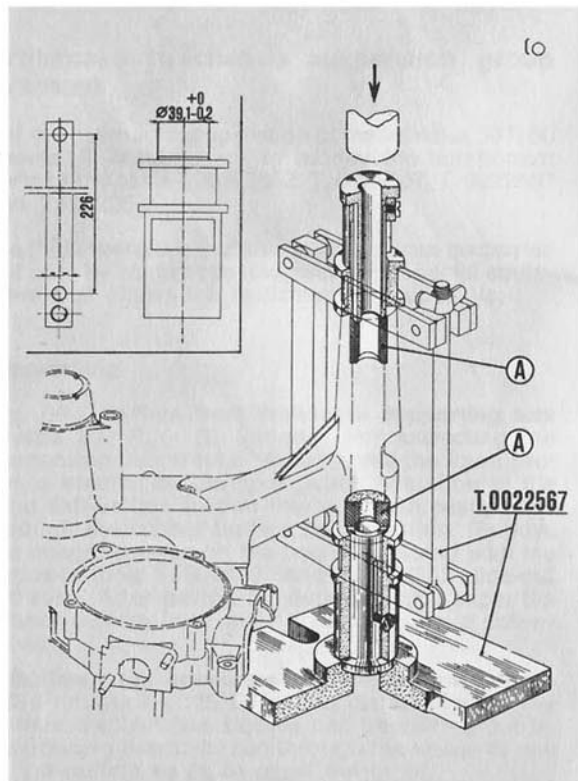

Fig. 59
1st Operations (fig. 59): Place the engine bracket in the tool T. 0022567 and introduce through the openings of the tool the buffers "A" with the counter sunk extremities as indicated in the fig., using a press of minimum capacity 5 T.
1.a Operación (fig. 59): Colocar el travesaño en el útil T. 0022567 e introducir, a través de las aberturas del útil los silent-blocks "A,, con las entradas como se indica en la figura; usar una prensa de potencia mínima 5 toneladas.